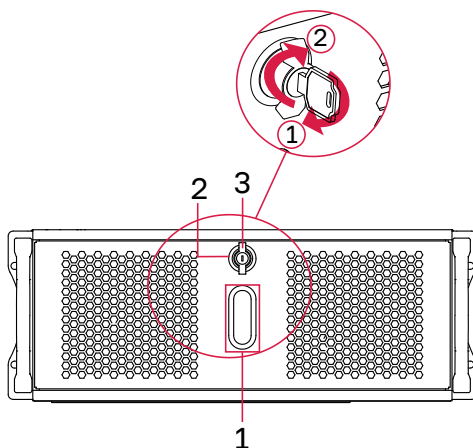

Рисунок 11 – Лицевая панель
Номер поз. на рис. 11	Описание
- вставьте ключ из состава комплекта поставки в замочную скважину замка (рисунок 11, поз.2) и поверните его против часовой стрелки до упора;
- поверните ручку замка (рисунок 11, поз.3) по часовой стрелке и потяните ручку замка на себя.